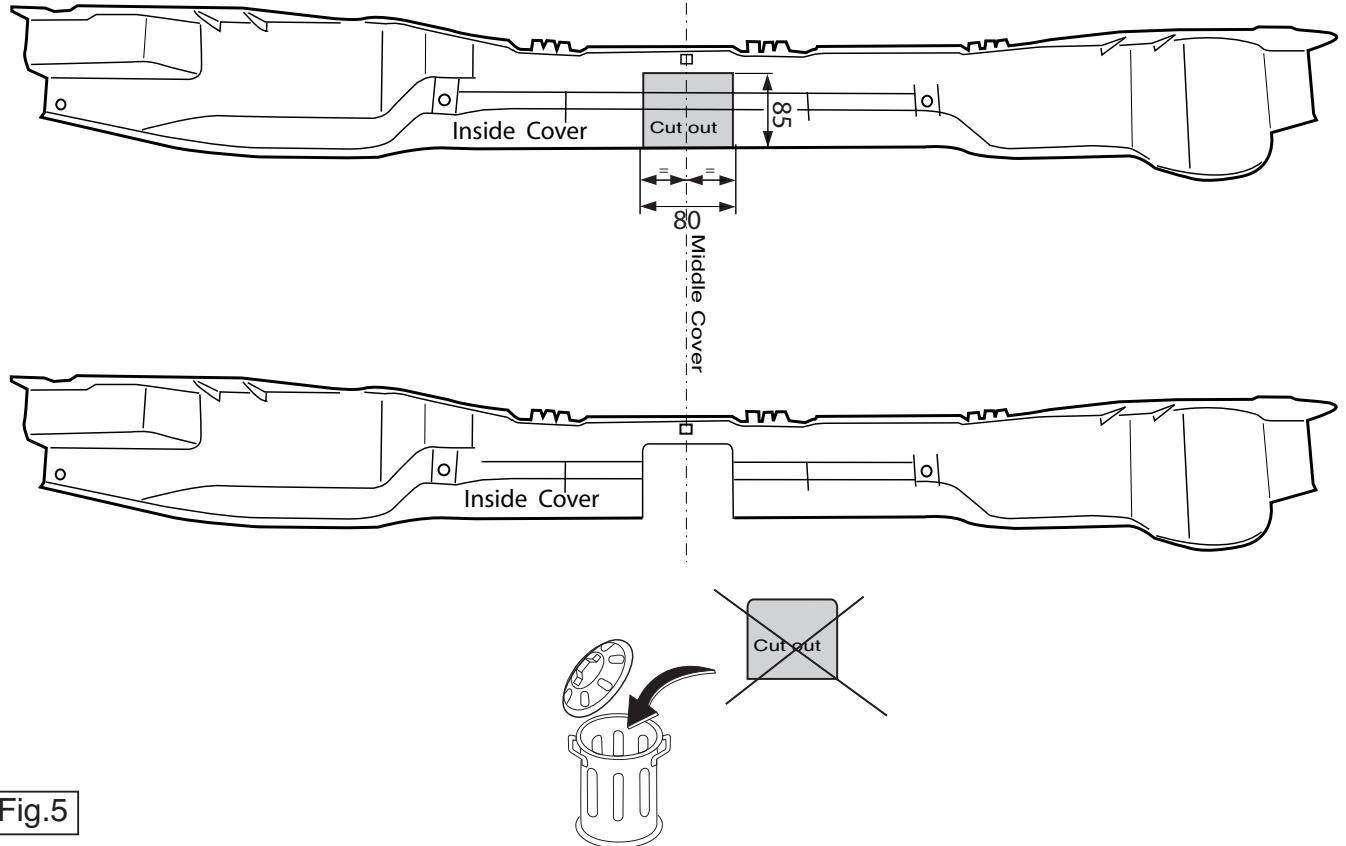

Fig.5
7. Выпилить часть из закрывающей пластины, как указано на рис. 5.